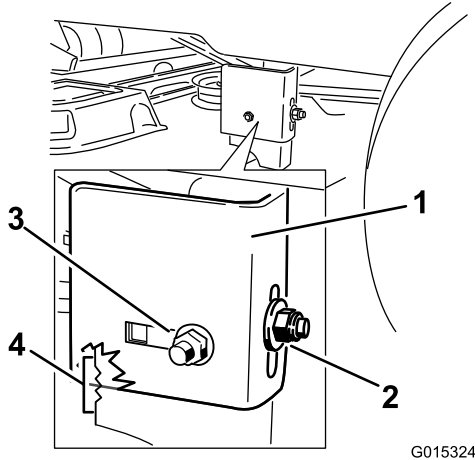

Figura 49
- Afloje la tuerca de bloqueo trasera de la pletina de suspensión justo lo suficiente para poder retirar la pletina (Figura 49).
- Cuando la carcasa esté en la posición deseada, apriete la tuerca de bloqueo trasera de la pletina de suspensión para fijar la posición nueva (Figura 49). Apriete la tuerca de bloqueo lateral de la pletina de suspensión.